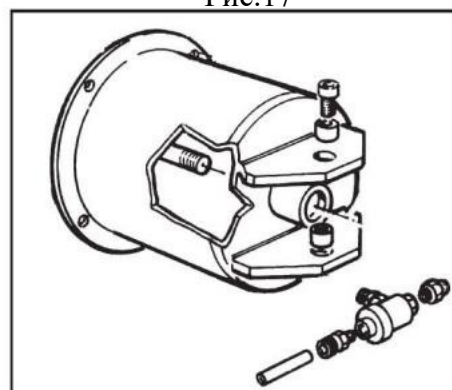

Рис.20
Примечание: Чтобы очистить или заменить глушитель, установленный на блок отжимной лопатки (R), смотрите рисунок 20, выполните действия, аналогичные операциям с глушителем открытия/ закрытия зажимов (п. 1,3).